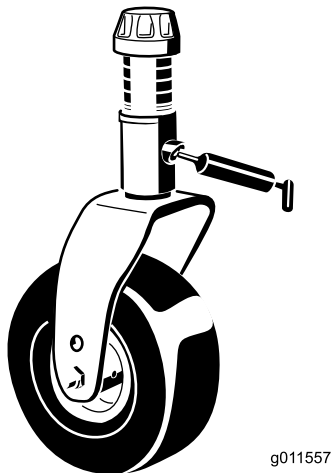

Bild 44
- 2 Laufradgabelbüchsen (Bild 44)